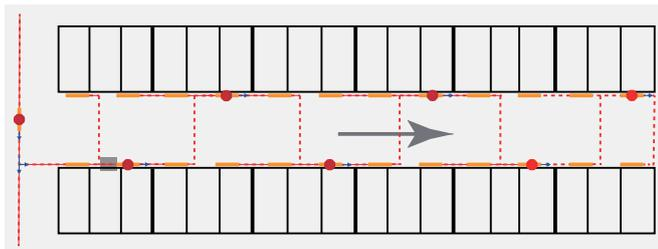

Figure 3:
- Für die Leuchten der Querwege und der Ein-/Ausfahrt kann ggf. „all“ für das Schalten des gesamten Systems mit einer Ausschaltzeit von 2 Minuten eingestellt werden (siehe auch Abbildung 3).
Die beiden inneren Leuchtenreihen im Ein- und Ausfahrtbereich sind wie ein Parkbuchtengang als eine zusammenhängende Anordnung verdrahtet (siehe Abbildung 3). Die äußere Leuchtenreihe (ganz rechts, gestrichelt eingerahmt) bildet eine separate Anordnung.